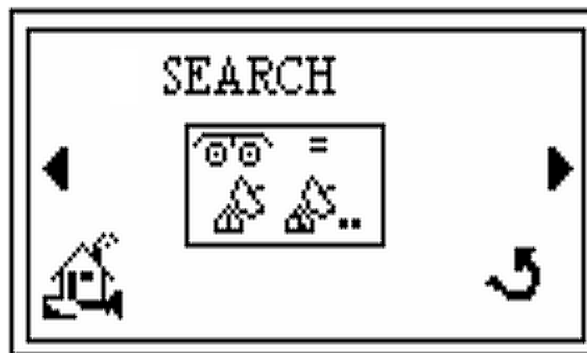

図 2-22 Search 画面
5.  を押すと *Search* 画面が表示されます (図 2-22)。